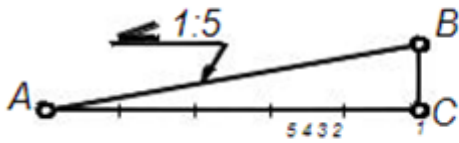

Рис.23
**Уклон** – наклон одной прямой линии к другой (рис.23).